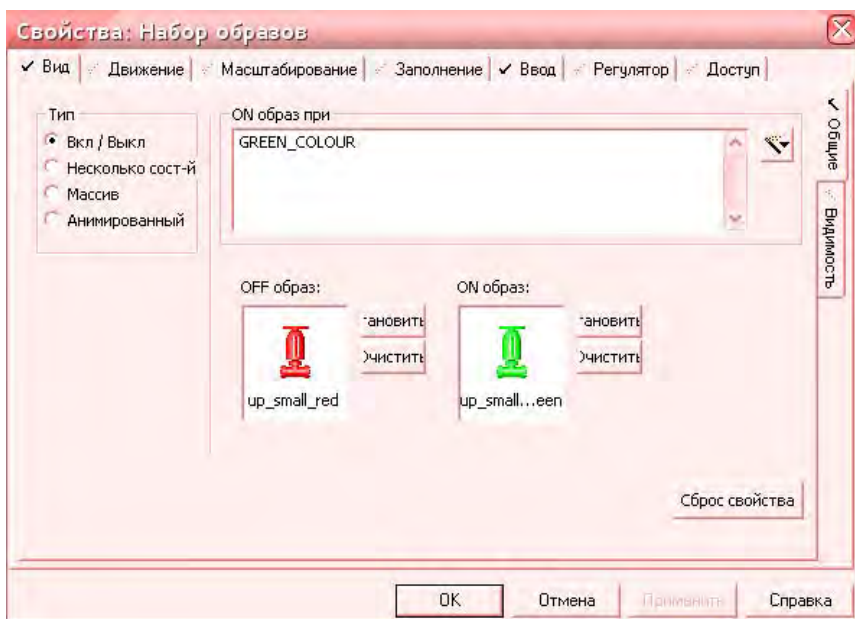

Рис. 4.14. Свойства задвижки на выходе
*Создание задвижки на выходе* – это библиотечный элемент. Для того чтобы его вставить, выберите команду «Набор образов» из меню «Объекты» либо щелкните по пиктограмме «Набор образов». После этого появится окно диалога вставки образа библиотеки. Выберите библиотеку «Valve\_hand», элемент «Up\_large\_Red» (для задвижки на выходе резервуара «Up\_small\_red»). Снимите выбор свойства «Связанный» и нажмите «Ок» (рис. 4.14). Щелкните по знаку «Вставить тэг», добавьте тэг «FONTAN\_3».